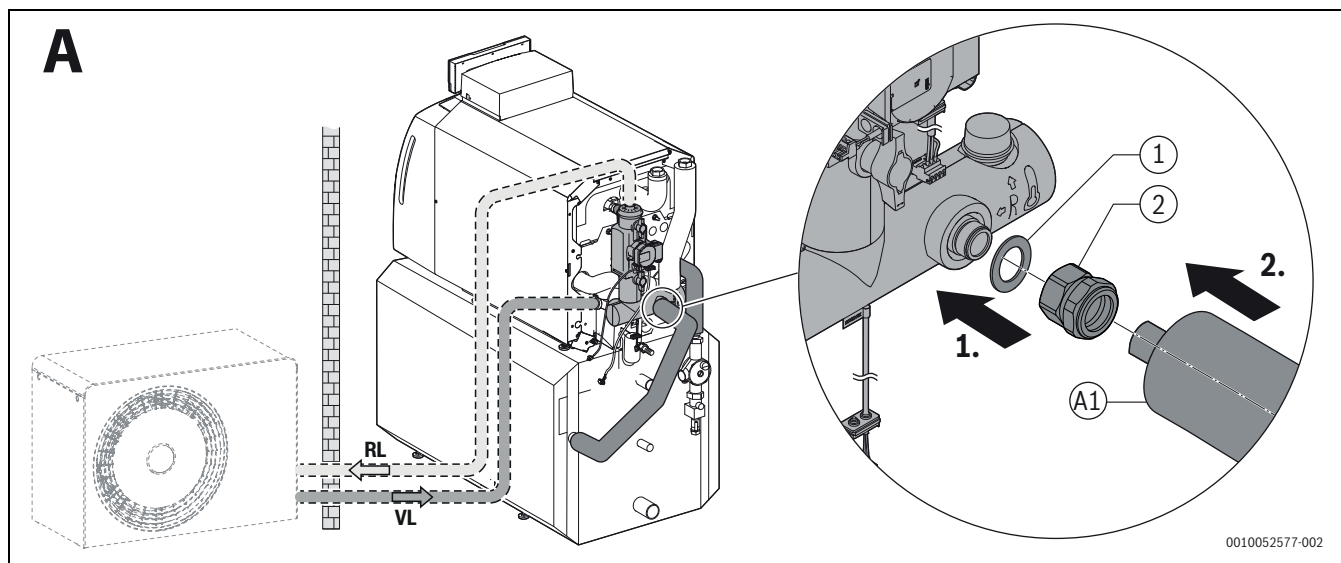

Fig. 7 Montaggio collegamento di un bollitore orizzontale, variante A, illustrazione riferita a titolo di esempio a una caldaia da 18 kW
Per l'installazione con bollitore orizzontale, **variante A** (→fig. 7), può essere necessario accorciare i tubi di raccordo.
- ▶ Accorciare e installare i tubi come illustrato in fig. 7.